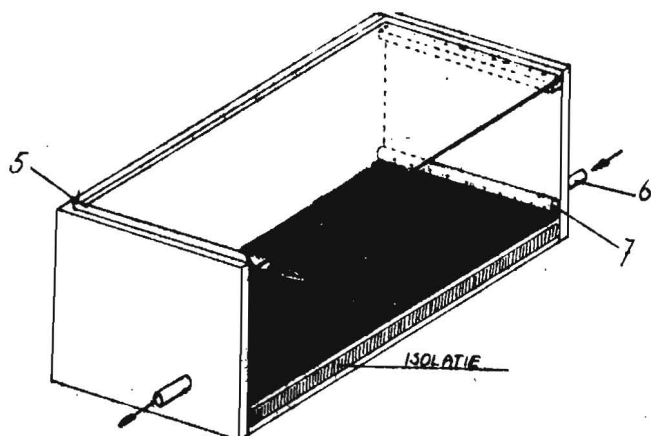

fig.4. Schuine destillator.
C. De schuine destillatiebak (fig.4). Deze heeft als voordeel dat het niet loodrecht van boven, dus schuin invalende zonlicht optimaal kan worden opgevangen. Het vuile water wordt door een pijpje (6) toegevoerd waarna het door een pijpje (7) $\phi=10\text{mm}$ met gaatjes $\phi=0,5\text{mm}$ om de 2cm. over de breedte van de bak verdeeld wordt. Het water stroomt dan door het zwarte vilte doek naar beneden. Het gedestilleerde water wordt in een gootje (5) opgevangen. We hebben deze bak zelf gebouwd en we hebben gemeten dat bij een invoer van 0,6 liter vuil water per uur en bij een zonnestraling (gemiddeld over een dag) van 300 Watt/meter^2 er in één dag 3,5 liter gedestilleerd water ontstaat. Onze bak had een opp. van 1m^2 .